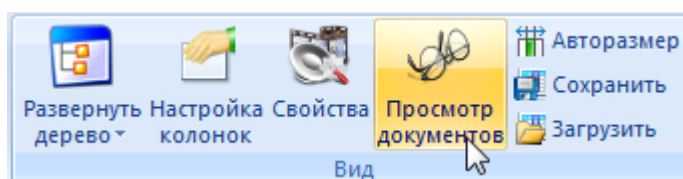

Рис. 8-16 – Панель «Вид» на вкладке «Правка»
- 3) Нажать кнопку «Просмотр документов» панели «Вид» (рис. 8-16).